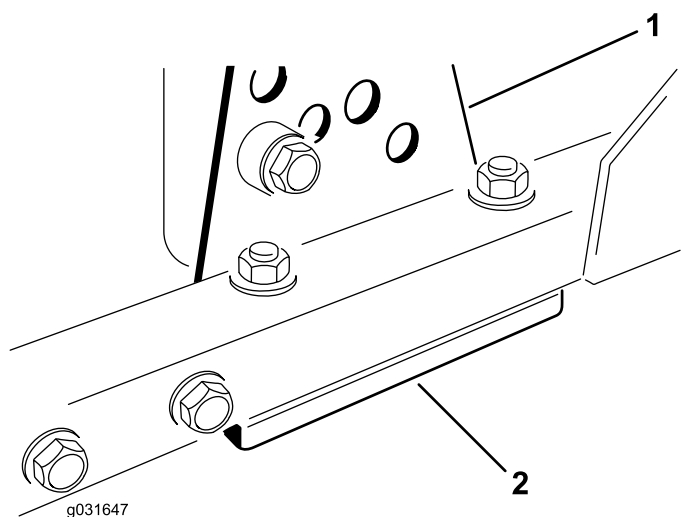

Figura 70
1. Togliete la staffa dell'altezza di taglio (anteriore, sinistra o destra) dal telaio del piatto di taglio (**Figura 70**).
2. Regolate gli spessori di 1,5 mm e/o 0,7 mm fra il telaio del piatto di taglio e la staffa per ottenere l'altezza di taglio desiderata (**Figura 70**).
3. Montate la staffa dell'altezza di taglio sul telaio del piatto di taglio, lasciando gli spessori rimasti sotto la staffa (**Figura 70**).